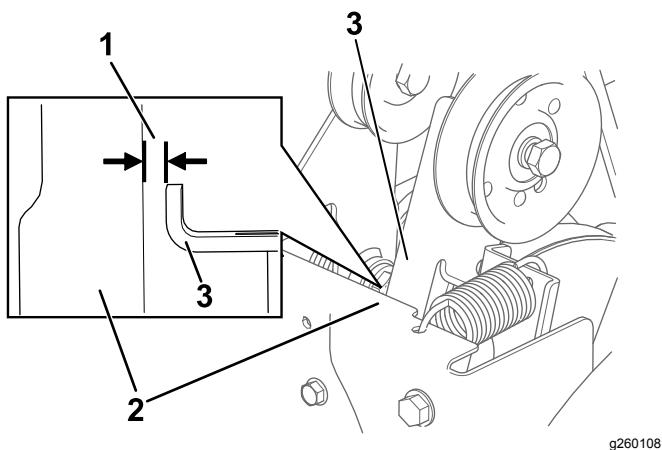

Figura 36
3. Con la leva della coclea/ventola disinnestata, assicuratevi che la distanza tra il braccio della frizione della coclea e il telaio della macchina sia pari a 1,5 mm, come illustrato nella Figura 36.